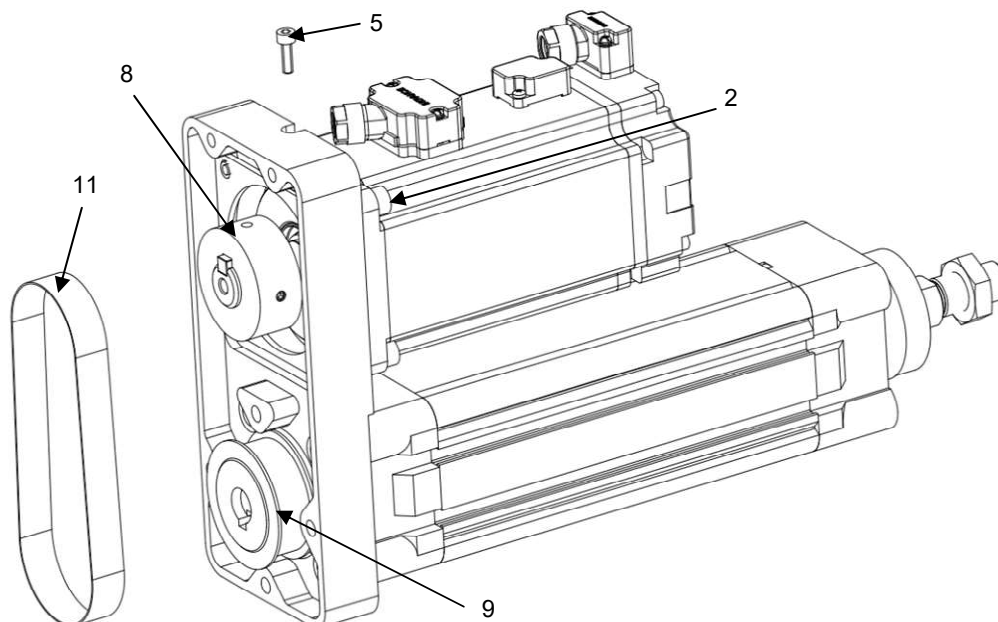

Рисунок 13 – Установка зубчатого ремня.
4) установить зубчатый ремень (поз. 11) на шкивы (поз. 8-9) (см. рисунок 13). Натянуть ремень (поз. 11) при помощи винта (поз. 5). Затянуть винты (поз. 2). Натяжение ремня осуществляется согласно приложению Г;